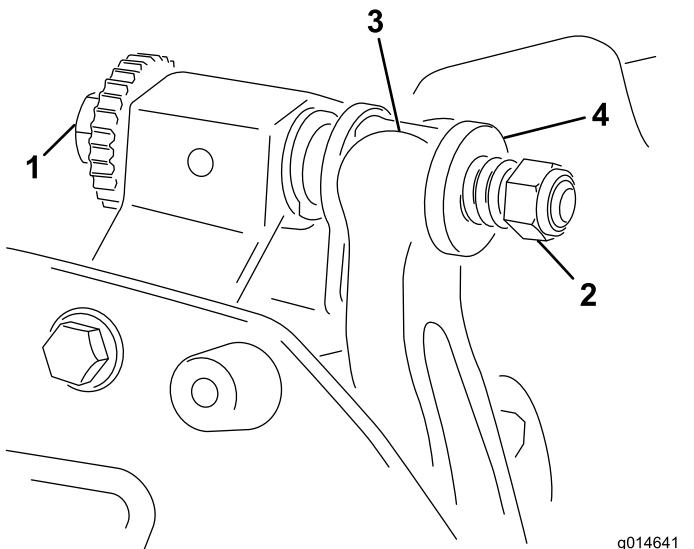

Figura 18
- Rode o parafuso de ajuste da barra de apoio no sentido contrário ao dos ponteiros do relógio, para afastar a lâmina de corte do cilindro (Figura 18).
- Faça recuar a porca da mola tensora até que a anilha deixe de estar sob tensão contra a barra de apoio (Figura 18).
1. Instale a barra de apoio, posicionando as aletas de montagem entre as anilhas e o parafuso de ajuste da barra de apoio (Figura 18).